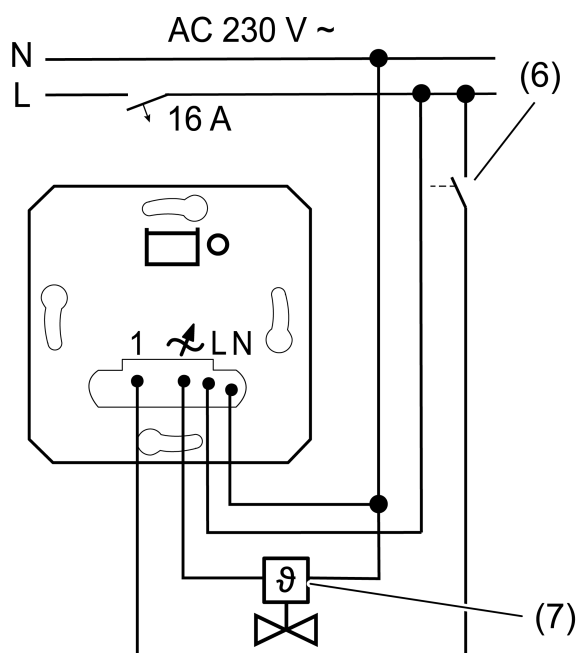

рисунок 3: Схема подключения в комбинации с накладкой с регулятором температуры в помещении
**Монтаж и подключение прибора как регулятора температуры в помещении (рисунок 3)**